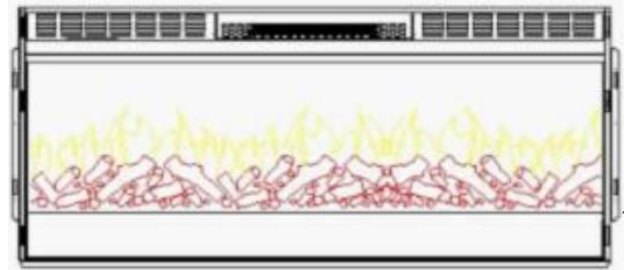

Figura 1.
- C.** Coloque el aparato boca abajo sobre una superficie blanda y no abrasiva. Retire el soporte de la parte posterior de la unidad quitando los tornillos, consulte la Figura 1.
- B.** Si quiere utilizar chimenea con conjunto de leños, saque el conjunto de leños del paquete y póngalo en el lugar designado de la chimenea. **Figura 1.**